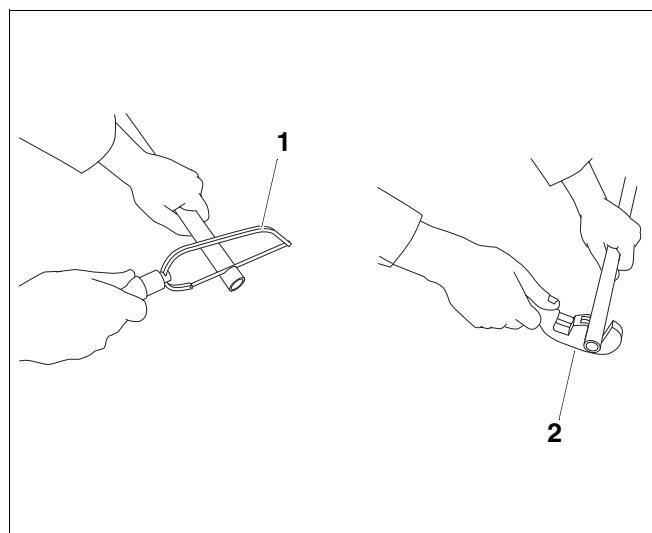

Fig. 1 Tagliare a misura
- Tagliate perpendicolarmente il tubo di rame, con un seghetto o un tagliatubi (fig. 1, **pos. 1** e **2**).